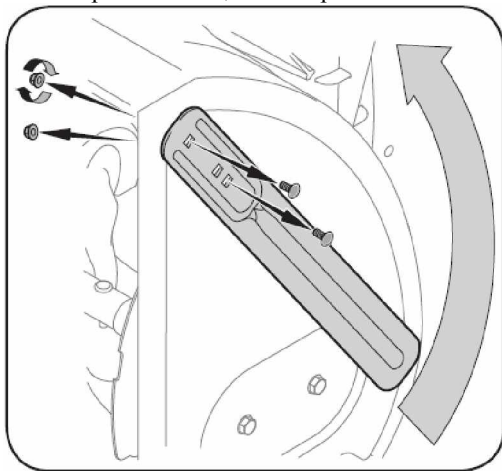

Рис. 9.
- Извлеките соединительные болты, открутив шестигранные гайки крепления, и, перед началом работы снегоуборщика, установите приспособление как показано на Рис. 9.